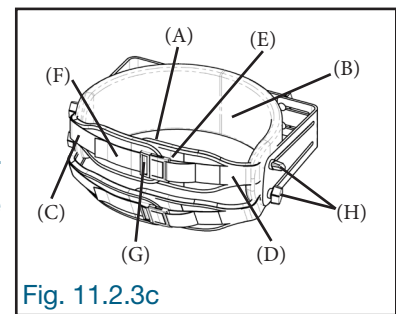

Fig. 11.2.3c
La ceinture (A) de la butée des hanches (B) doit être ajustée et serrée au corps de l'utilisateur de façon à bien le maintenir en place. Premièrement, rabattre la demi-ceinture (C) sur l'autre demi-ceinture avec bande auto-agrippante (D) de façon à couvrir au moins la moitié de la bande auto-agrippante (E) de la demi-ceinture (C). Deuxièmement, ajuster la longueur de la sangle (F) en la glissant sur la boucle (G) jusqu'à la longueur requise puis bien attacher la boucle (G). Au besoin, desserrer légèrement les boutons de blocage (H) de chaque côté de la butée (B) pour agrandir ou serrer la ceinture (A) sur les hanches de l'utilisateur et bien resserrer les boutons de blocage (H) (Fig. 11.2.3c).